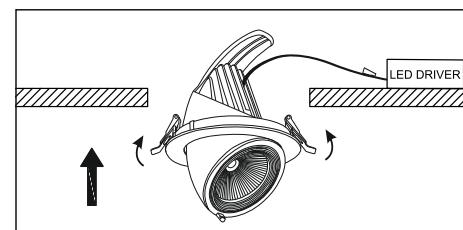

Рис. 3
- 5.7 Прижмите пружинные клипсы к корпусу светильника прибора, правильно вставьте светильник в установочное отверстие, убедитесь, что он установлен правильно (рис. 3 и 4).